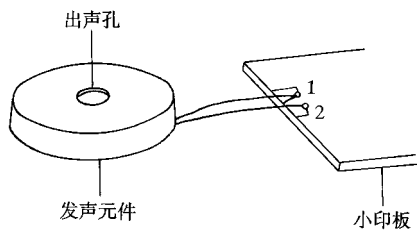

图 1-13
(13) 将已装上助声腔的压电蜂鸣器的两根引线(不分正、负)焊于 KD-482I 小印制电路板的 1、2 接点位置(见图 1-13)。